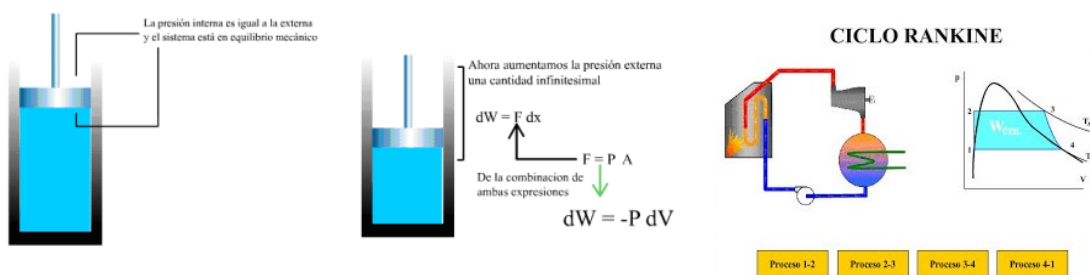

Figura 5.1. Realización de trabajo en un sistema
- El trabajo en termodinámica se define de la misma forma que en mecánica clásica: Cuando una parte del medio ejerce una fuerza sobre el sistema y este se mueve una distancia dx desde el punto de aplicación de la fuerza, entonces el medio ha realizado un trabajo sobre el sistema $dW = F dx$, F puede ser una fuerza mecánica, eléctrica o magnética figura 5.1. (LEY DE JOULE)